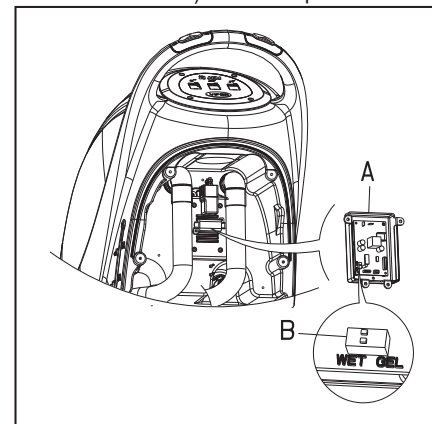

FIGURE 5
1. Vérifiez que le connecteur batterie (9) est débranché. Si la machine est un modèle réglé en usine pour des batteries AGM, passez directement au point 8 de cette procédure, sinon passez aux étapes 2, 3 puis 4.
2. Enlevez le tuyau de vidange (15)
4. Déposez le couvercle de protection (5) et les vis de fixation du couvercle des batteries (10). Enlevez les vis de fixation situées sur le support de la CCI. L'interrupteur à double rangée de connexions (B) permettant de régler le modèle de batterie est visible lorsqu'on retourne la CCI. (Voir figure 5)
5. Réglez le micro-rupteur DIP (B) sur la position "WET" (Humide) ;